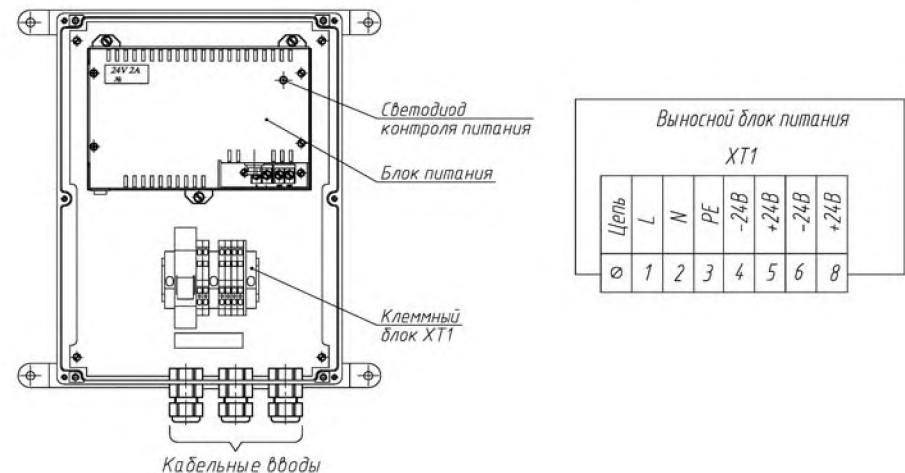

Рис. 2
- Подключить кабель к разъему (XT1) в соответствии со схемой рис.2.